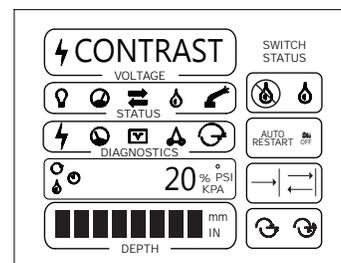

Figura 49-3
2. Aparece la pantalla de ajuste del contraste. El valor predeterminado es de 35%. Vea la Figura 49-3.